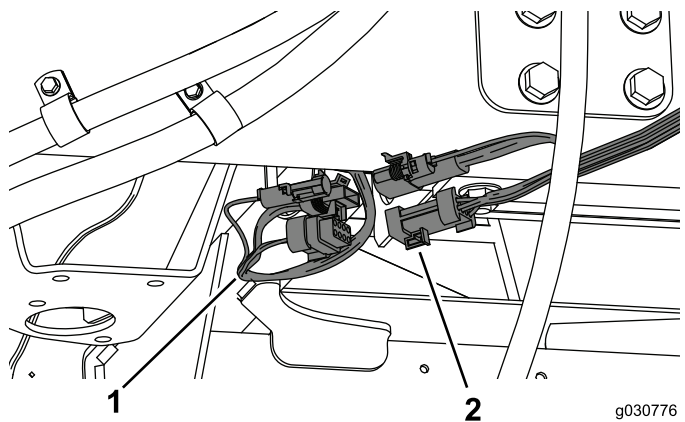

Figure 49
1. Reliez le faisceau de câblage de la cabine au faisceau sur le côté droit de la machine (Figure 49).